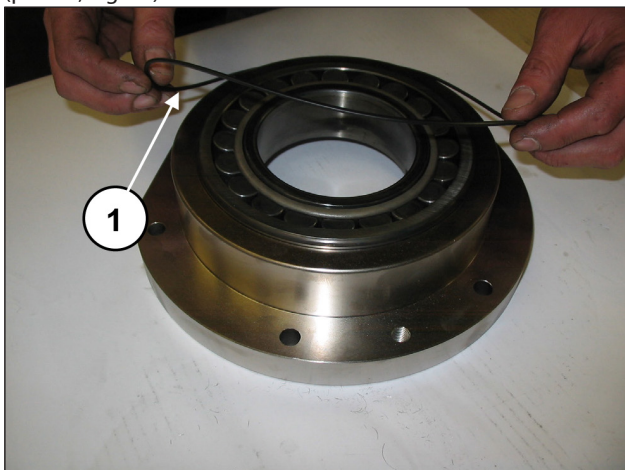

Fig. 72
Aplicar la junta tórica en el extremo de la tapa portacojinete (pos. ①, Fig. 72).